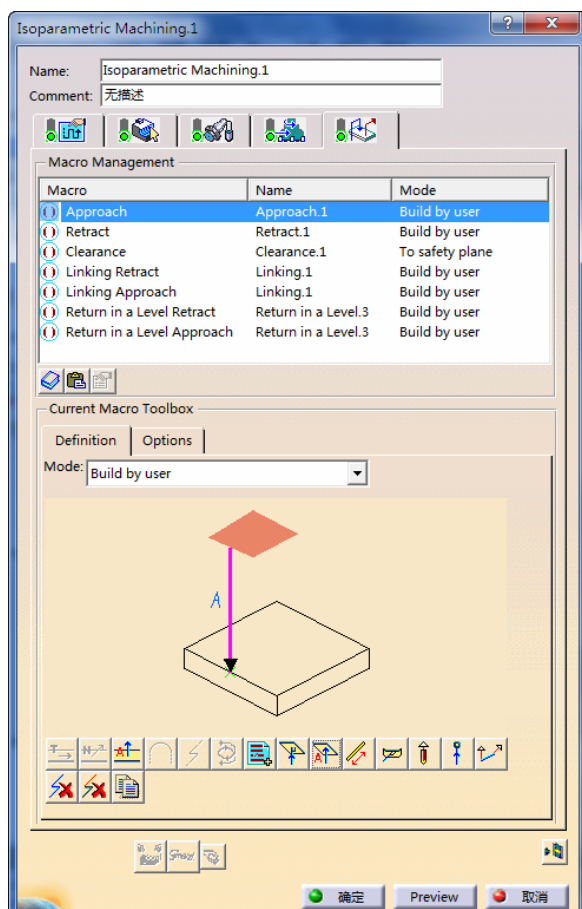

图 5-133 设置“Approach”参数 (5)
● 在“Macro Management”区域的列表框中选择“Approach”，单击鼠标右键，在弹出的快捷菜单中选择 Activate 命令，在“mode”下拉列表中选择“Build by user”，依次单击 按钮和 按钮，设置“Approach”参数 (5) 如图 5-133 所示。